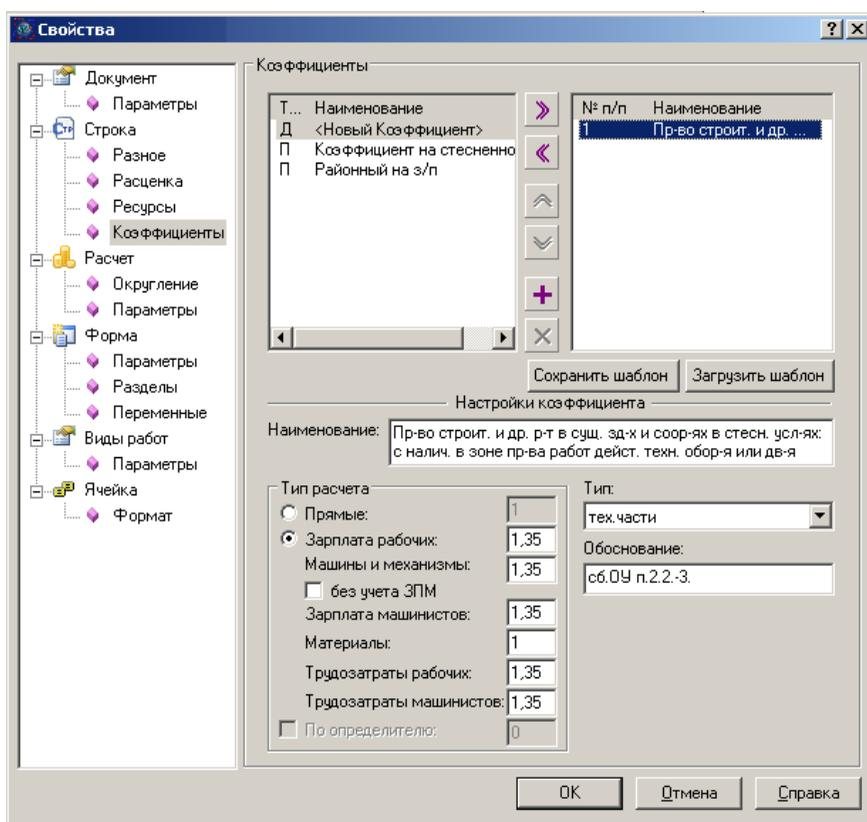

Рис. 4.20 Диалоговое окно «Свойства» раздел «Строка» / «Кoeffициенты».
Раздел «Строка» / «Кoeffициенты» (Рис. 4.20) диалогового окна «Свойства» служит для отображения и применения коэффициентов к строке расценки.
- При необходимости можно воспользоваться дополнительным диалоговым окном группы **Кoeffициент**, функционал которого полностью повторяет раздел «Строка» / «Кoeffициенты» диалогового окна «Свойства» (Рис. 4.20).
- Выбрать раздел «Строка»/«Коэффициенты» (Рис. 4.20) диалогового окна «Свойства» и применить коэффициент или ввести значение коэффициента на вкладке **Строка**.